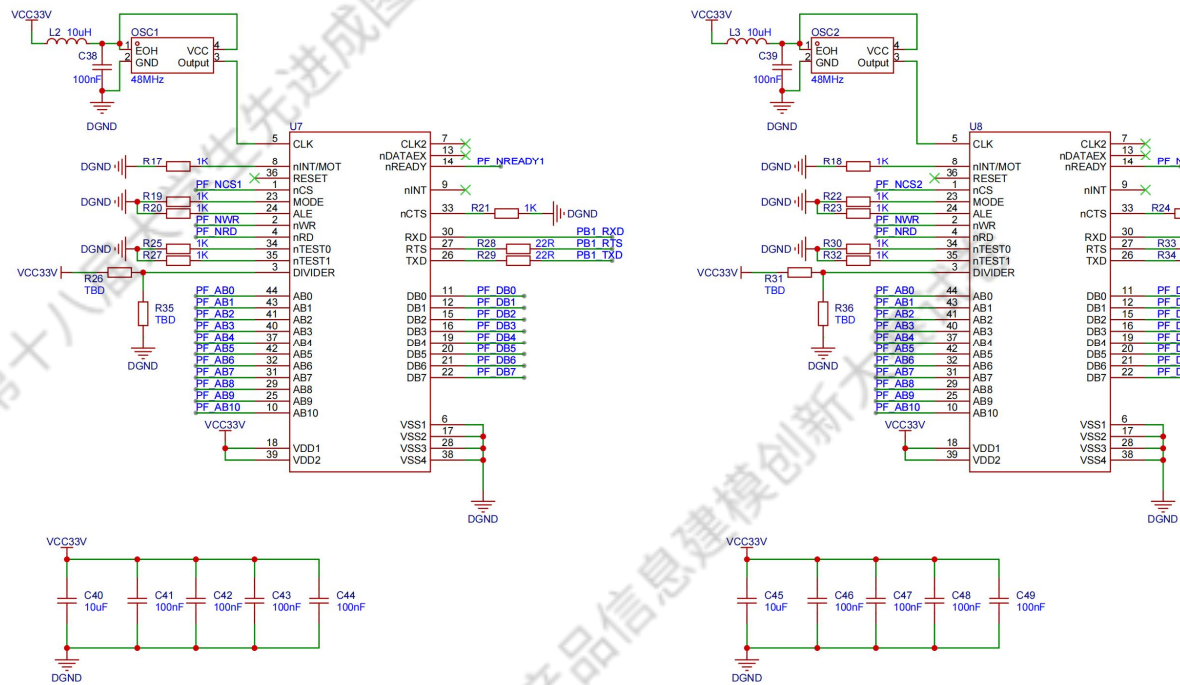

图 4 原理图
3、在 PROFIBUS1 图页中, 依据图 4 抄画电路图 (允许重复使用本图页内的已有器件), 为元件添加正确的属性值, 并正确配置元件位号。